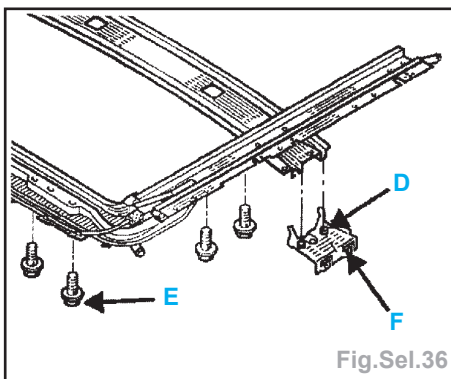

Fig.Sel.36
- Couples de serrage (en daN.m) (Fig.Sel.36) :